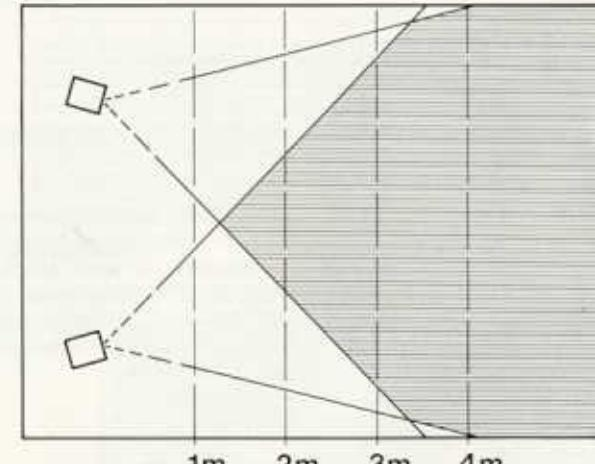
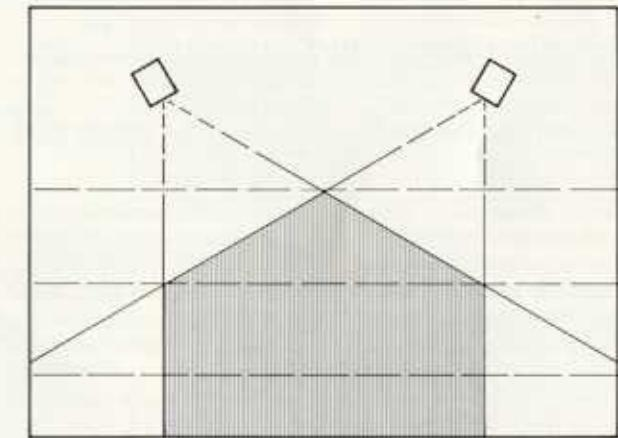

FIG. 3
FIG. 4
- 3 The actual position of your loudspeakers within the listening room can widely influence sound reproduction. Two typical positions are shown in figs. 3 & 4. The environmental measurements on page 6 show the wide variation which can be achieved by loudspeaker positioning. We cannot emphasise too strongly that time spent in experimenting with the position of your loudspeakers is invariably worthwhile. Fig. 5.
3. De plaatsing van de luidspreker beïnvloedt zeer sterk de geluidswaarde. Twee typische voorbeelden zien U in Fig. 3 en 4. De ruimtelijke metingen geven U een idee van de vele variaties die mogelijk zijn naargelang de plaatsing. Wij kunnen niet genoeg benadrukken hoe belangrijk het is tijd te besteden aan het zoeken naar een goede plaatsing van de luidspreker. Fig. 5.
3. L'emplacement des enceintes acoustiques dans une pièce joue un rôle important sur la qualité de la reproduction sonore. Les fig. 3 et 4 vous donnent deux façons traditionnelles pour disposer les enceintes.
3. L'ubicazione del Suo altoparlante nel locale di ascolto può influenzare la qualità riceutiva della musica, come può constatare dalla fig. 3 e fig. 4.